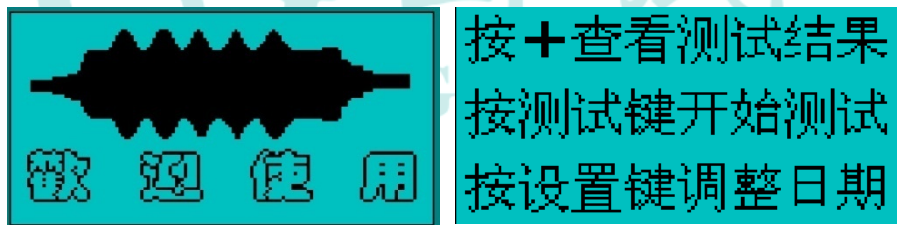

图 3
2、**测量**：合上电源开关，液晶模块显示开机欢迎画面和按键作用提示，。（如图 3）